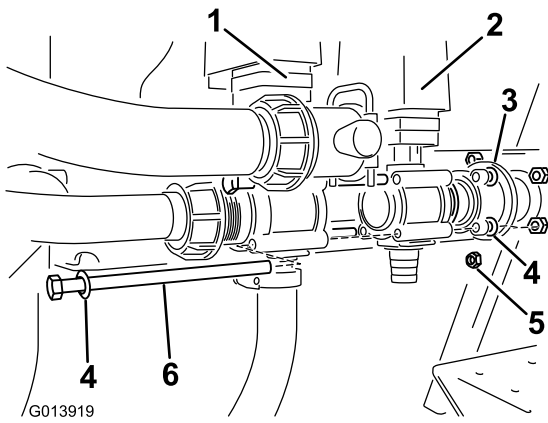

Figura 5
7. Localize a válvula do misturador nas peças soltas. Instale a válvula na linha, à direita da válvula de agitação (Figura 5).